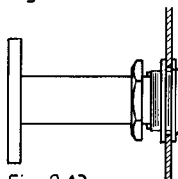
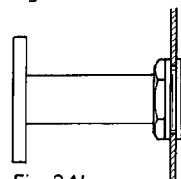

Fig. 2.13
Fig. 2.14
6. Pousser le joint d'arrêt MA 4 de l'extérieur contre la paroi de tubes (fig. 2.13) en vissant l'écrou MA 5 sur le filet SMA 1. Serrer l'écrou MA 5 à la main à l'aide de la clé à fourche (ouverture de clé 41, incluse dans la livraison) en bloquant le dispositif de montage avec l'autre main (fig. 2.14). Ôter doucement le dispositif de montage en le tirant et en le tournant en même temps.